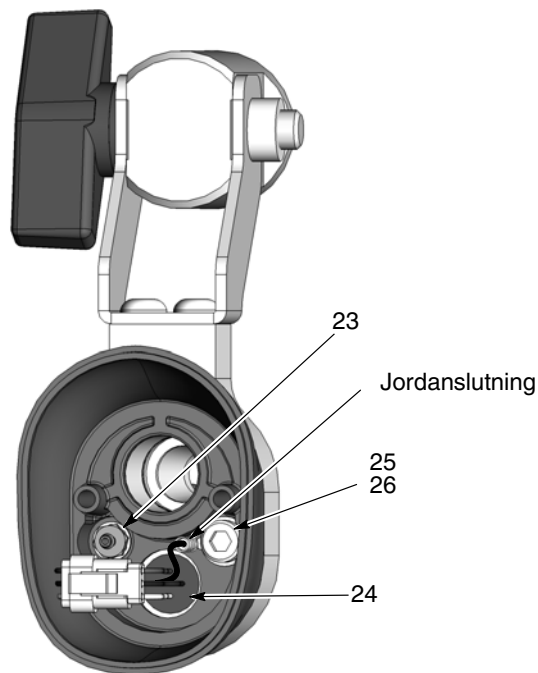

Bild 15 Delning av pistol - Byte av kabelkontakt och hullingförsedd anslutning
5. Stick in en liten skruvmejsel med flat klinga i springan mellan kabelkontaktarna och dela kabeln med kontaktdel (24) från spänningsaggregatkontakten.
6. Se bild 15. Koppla loss den transparenta spilluftsslangen från den hullingsförsedda anslutningen (23) inne i den bakre pistolkroppsdelen.
- a. Se bild 15. Använd en 4 mm sexkantnyckel för att skruva ur sexkantskruvarna (25) och brickorna (26) och koppla loss jordanslutningen.
- g. Se bild 15. Koppla in jordanslutningen i ändplattan med sexkantskraven och brickan (25, 26).
16. Se bild 15. Anslut spolluftsslangen på den hullingsförsedda kopplingen och anslut spänningsaggregatets kontakt till den fasta kontaktens kablar.